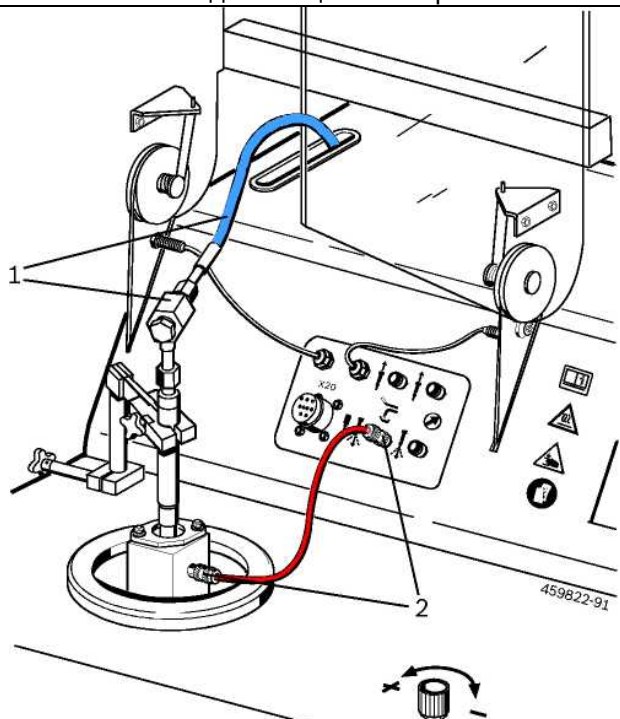

Рис. 16. Подключение форсунки в сборе (ДНК).
4. Соединительная магистраль высокого давления 1 (рис. 16) с адаптером подключения присоединить к форсунке в сборе (ДНК) / насос-форсунке (UI).
5. Присоединить шланг 1 680 712 286 к камере впрыска и к промывочному/испытательному подключению 2 форсунки в сборе (ДНК) / насос-форсунки (UI) (рис. 16).